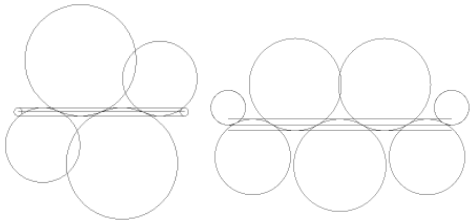

Fig.3 Principle of bellows design program
2) Fig. 3과 같이 위 규칙들을 이용하여 중간 원을 4개 또는 5개로 늘린다.